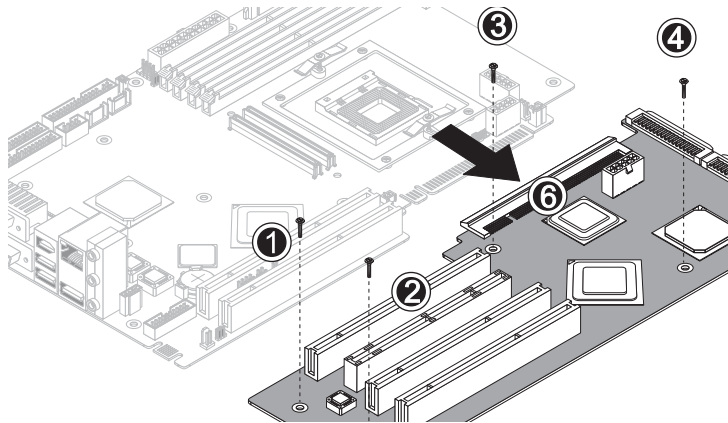

ABBILDUNG 4-27 Lösen der Befestigungsschrauben und Ausbauen der Erweiterungskarte
7. Lösen Sie die 5 Schrauben, mit denen die Extenderkarte am Systemgehäuse befestigt ist (siehe (1) bis (5) in ABBILDUNG 4-27).
8. Drücken Sie den schwarzen Kunststoffriegel an der hinteren Ecksäule und dem nächstgelegenen PCI-Kartensteckplatz hinein (6).